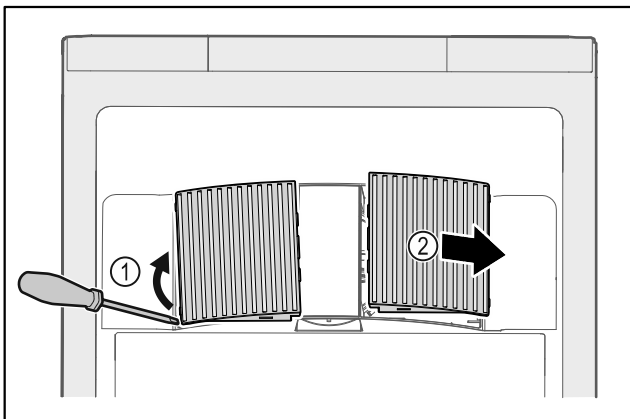

Fig. 133
- ▶ Кожух вентилятора обережно підважити зі сторони Fig. 133 (1) і витягнути рухом вперед Fig. 133 (2).